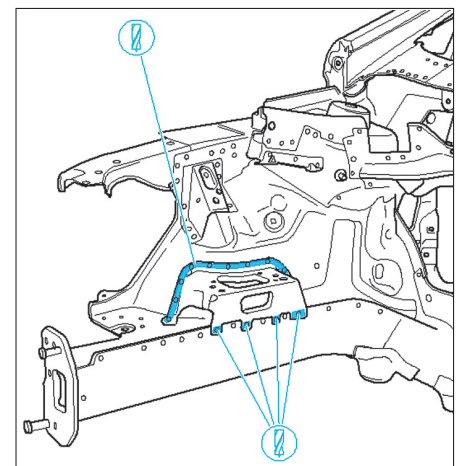

FIG. 3
- Fraiser les points de soudures de l'insert de support moteur droit (Fig.3).